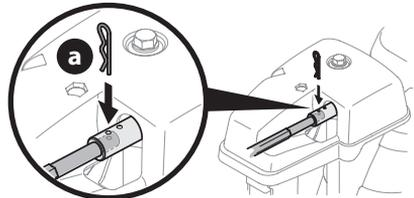

Figura 52
2. Retire la varilla de control del canal hasta que el orificio de la misma quede alineado con el segundo orificio del cabezal de control del canal (Figura 52).